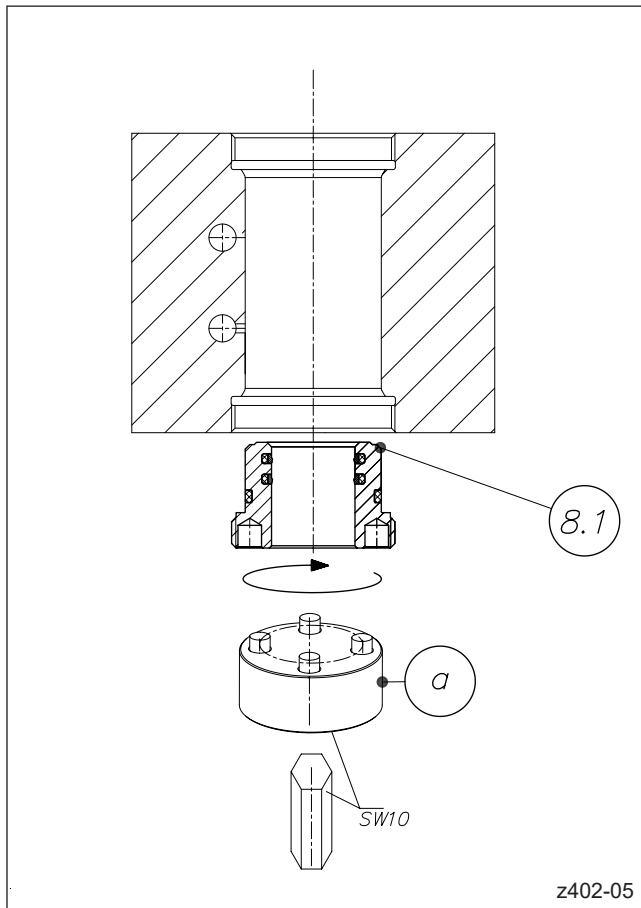

Abbildung 123: Demontage unterer Gehäuseschraubdeckel Var. 2
6. Den unteren Gehäuseschraubdeckel (Pos. 8.1) mit Hilfe des Montageschlüssels (Pos. a) lösen und herausdrehen (vgl. Abbildung 123).